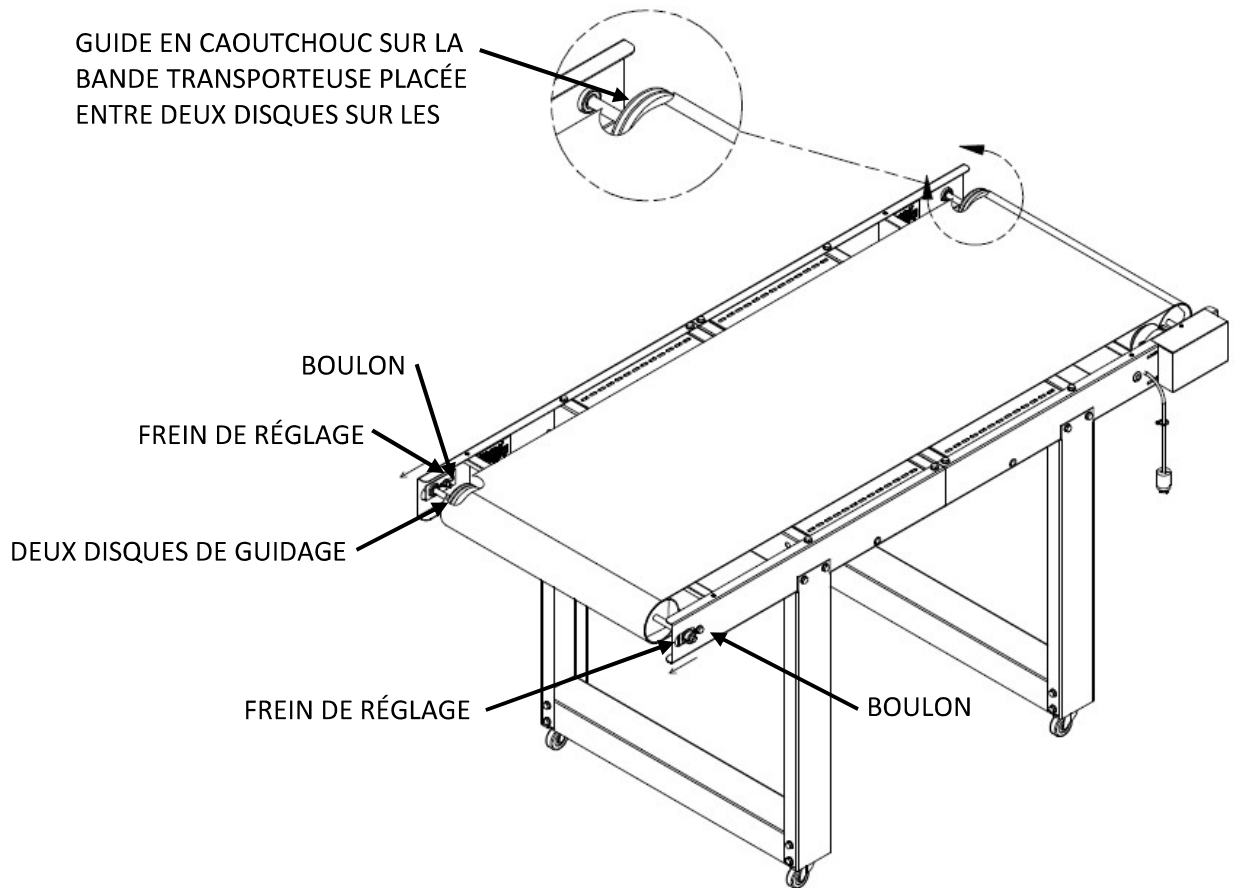

Figure 4
3. Posez la **BANDE TRANSPORTEUSE** sur le **CONVOYEUR** en alignant le guide en caoutchouc de la **BANDE** avec les **GUIDES À ROULEAUX TruTrak** sur le **CONVOYEUR** (voir **Figure 4**).